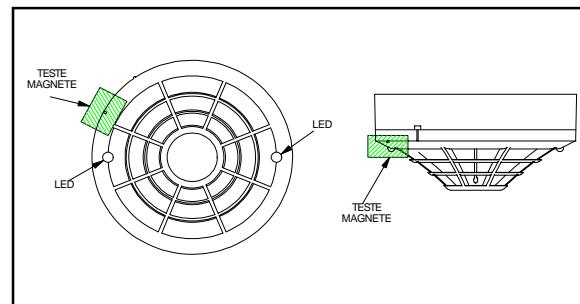

Figura 2: Posizionamento del Magnete nel Testo
- Posizionare il magnete opzionale sul bordo del rivelatore a circa 2 cm dal LED in senso orario, come illustrato in Figura 2.